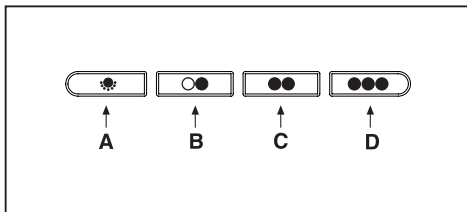

Fig.11
• **Commandes mécaniques (Fig.11)** les symboles sont indiqués ci-dessous: